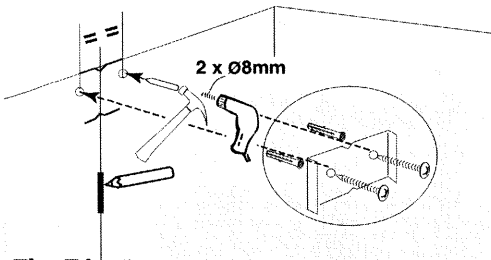

Fig. 7/σχήμα 7
- Fixe contra a parede, apoiado ao tecto, o suporte da chaminé metálica (fig. 7).